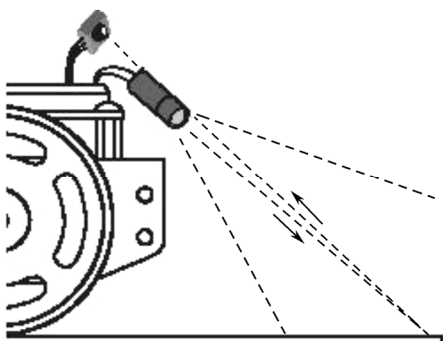

图 6.12 红外探测器朝下扫描条纹带
- 调节 IR LED/探测器的位置向下和向外，如图 6.12 所示；